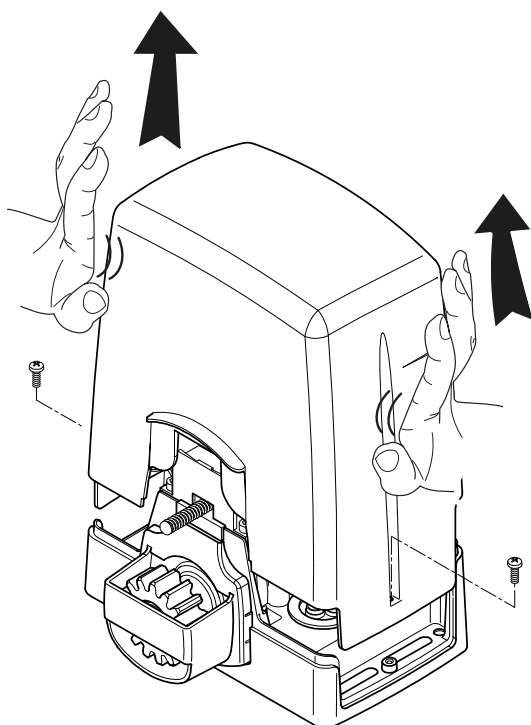

Fig. 1
- Dévisser les vis du couvercle et le retirer en tirant vers le haut, comme indiqué dans la fig. 1. Vérifier que les six pieds de réglage ne dépassent pas de la base du motoréducteur.
- Insérer les joints O-Ring (B) sur les vis M8x40 (A). Insérer les vis dans les angles du motoréducteur (C) et les bloquer avec les écrous M8 (D).
- Desenrosque los tornillos de la tapa y quítela extrayéndola hacia arriba, como se indica en la fig. 1. Compruebe que las seis patas de ajuste no sobresalgan de la base del motorreductor.
- Colocar las juntas tóricas (B) en los tornillos M8x40 (A). Insertar los tornillos en las esquinas del motor (C) y asegurarlos con tuercas M8 (D).